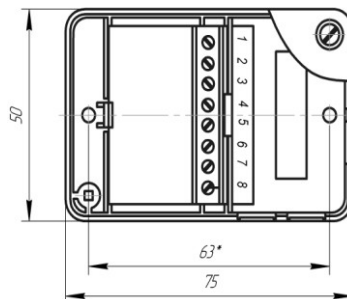
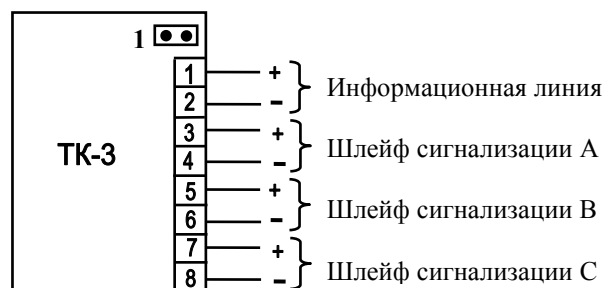

Рис.1. Габаритные и установочные размеры адресной метки.
Рис. 2. Назначение клемм адресных меток ТК-3.
6.1.1. Габаритные и установочные размеры адресной метки представлены на рис.1, схемы подключения на рис.2,3.
6.2.1. Адресная метка (см. рис.2) поставляется с установленным джампером 1 (программирование адреса).